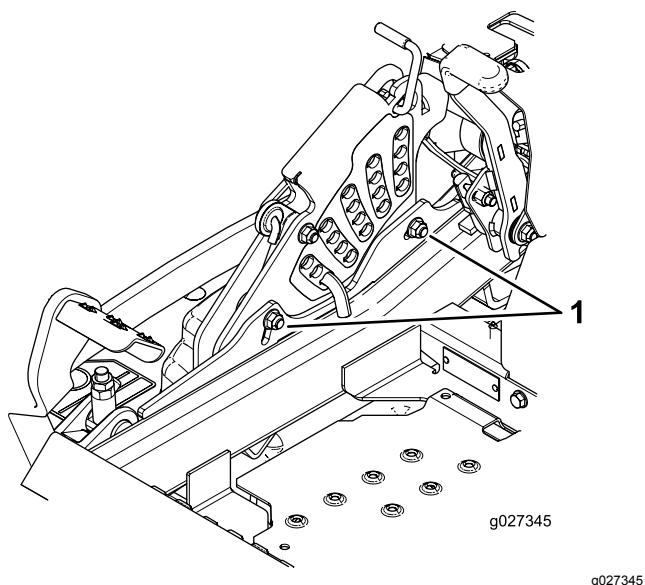

Figura 89
borde inferior de la pletina de altura de corte (Figura 89).
13. Apriete los 2 pernos en el borde inferior de la pletina de altura de corte (Figura 89).